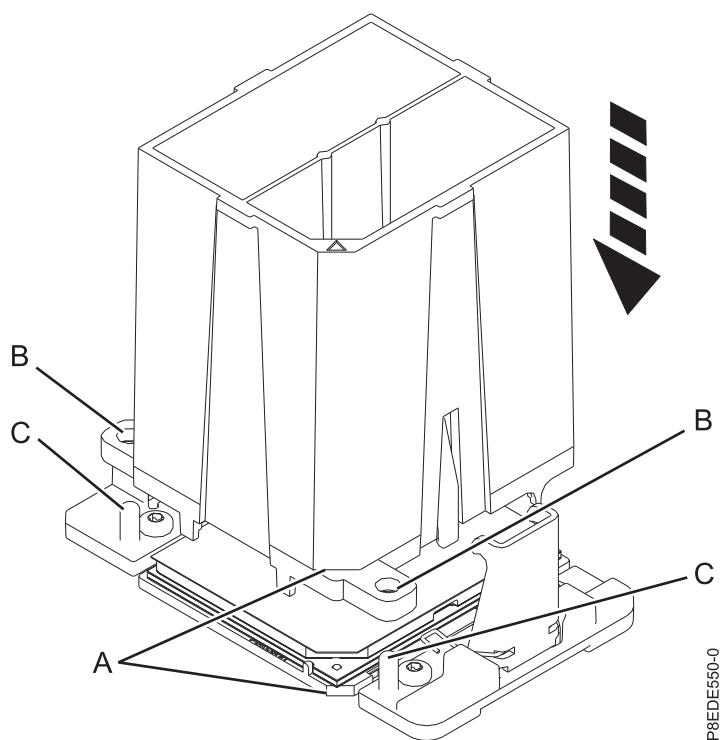

図 29. 取り外しツールをシステム・プロセッサ・モジュールの上に下ろす
- a. 提供されている取り外しツールを使用して、ツールの斜めになっている隅 **(A)** を、システム・プロセッサ・モジュールの斜めになっている隅と位置合わせします (31 ページの図 29 を参照)。